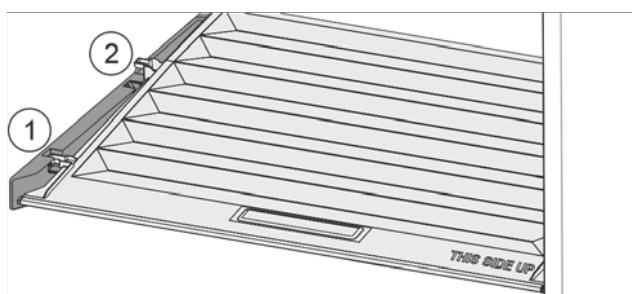

Fig. 40
- Потянуть крышку до отверстия в поддерживающих деталях вперед Fig. 40 (1).
- Поднять сзади снизу и извлечь Fig. 40 (2) движением вверх.